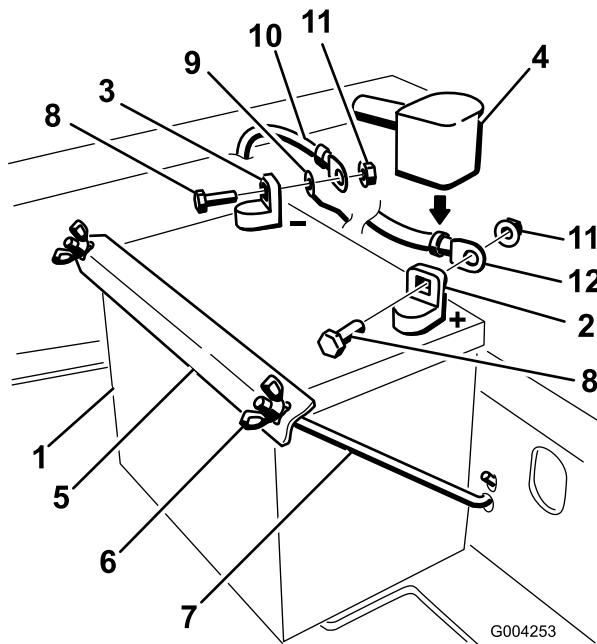

Figura 38
4. Primero desconecte el cable negativo de la batería y el cable de tierra del borne negativo (-) de la batería (Figura 38).
5. Retire la cubierta de goma roja del borne positivo (rojo) de la batería. Luego retire el cable positivo (rojo) de la batería (Figura 38).
6. Retire ambas tuercas de orejeta (1/4 pulgada) que fijan la brida de la batería (Figura 38).
1. Coloque la batería en la bandeja, con los bornes hacia el motor (Figura 38).
4. Sujete los cables con 2 pernos (1/4 x 3/4 pulgadas), 2 arandelas (1/4 pulgada), y 2 contratuerca (1/4 pulgada) (Figura 38).
6. Fije la batería con pernos en J, una brida de sujeción y 2 arandelas (1/4 pulgada), y 2 tuercas de orejeta (1/4 pulgada) (Figura 38).